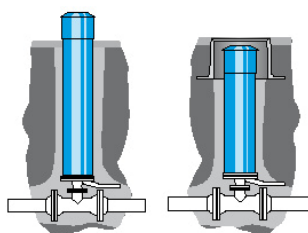

Bild 1
Zur Verhinderung des Einlaufens von Regenwasser ist das Standrohr (5) von der Rohrleitung bis zur Haube mit einer Sickerpackung aus Rollkies (Bild 1 und 2) zu umgeben. Der Einbau ins Grundwasser erfordert zusätzliche Maßnahmen (z.B. Verschließen der Entleerungsbohrung, regelmäßige Prüfungen in kurzen Abständen)